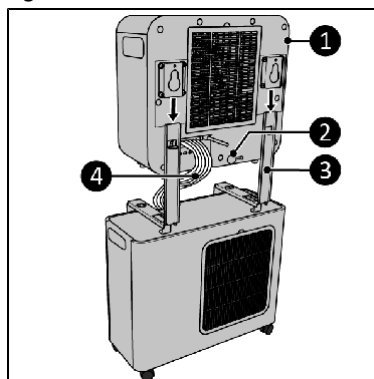

Figura 10
3. Posizionare poi l'unità interna (figura 10, elemento 1) sui supporti a parete (figura 10, elemento 3).
4. Far passare il tubo del refrigerante (figura 10, elemento 4) tra le unità interna ed esterna, facendo in modo di rispettare un raggio di curvatura minima di 30 mm.
5. Rimuovere il tappo di otturazione dello scarico dell'acqua (figura 10, elemento 2).